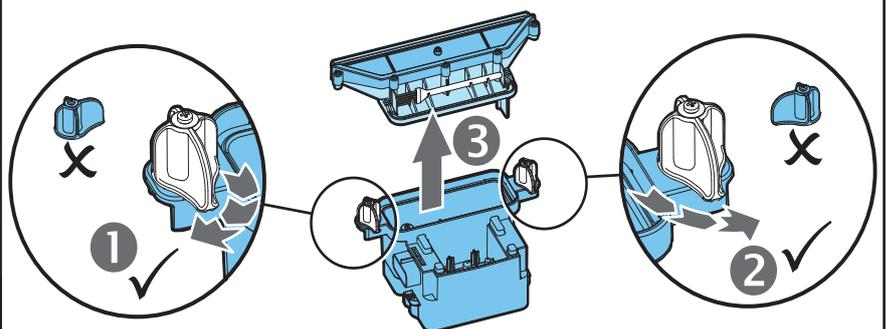

Fig. 11
7. Frigjør de øvre låsetappene ved å vri dem 90°, deretter løfter du av bunlokket. (Se Fig. 11).